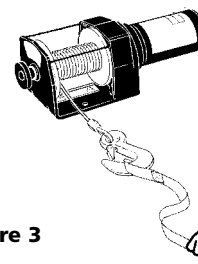

Figure 3
8. **TENEZ-VOUS À L'ÉCART DU TREUIL, DU CÂBLE SOUS TENSION ET DU CROCHET LORSQUE LE TREUIL EST EN MARCHÉ.** Ne mettez jamais les doigts dans le crochet. Vous pourriez perdre votre doigt au cas où il serait pris dans le crochet. **UTILISEZ TOUJOURS LA PROTÈGE-MAINS** lorsque vous guidez l'entrée et la sortie du câble. (Voir la Fig. 3.)